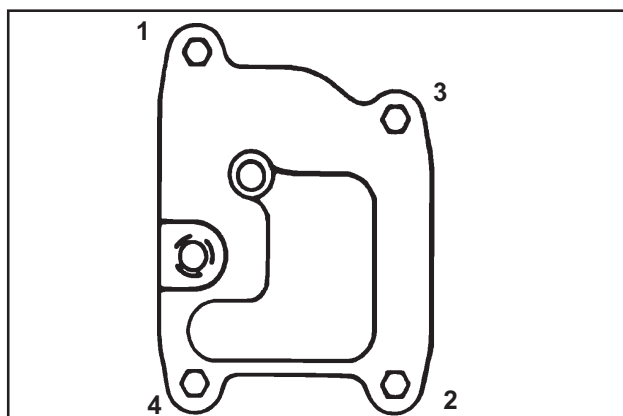

Abbildung 11-68. Anzugsabfolge und -moment Entlüfterdeckel.
7. Die vier Schrauben des Entlüfterdeckels in der in Abbildung 11-68 gezeigten Abfolge auf **7,3 N·m (65 Zoll lb)** anziehen.